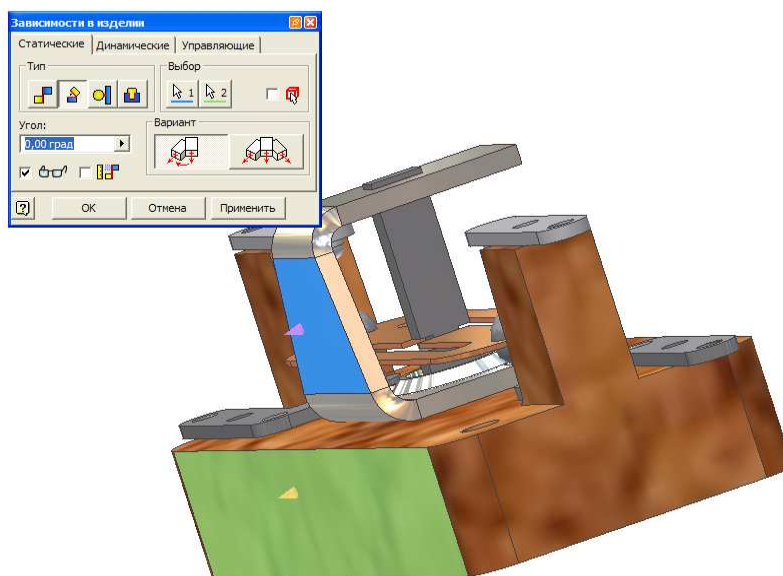

Рис. 149
- 3) зависимостью **по углу** между боковой гранью корпуса и вертикальной гранью скобы (рис. 149).